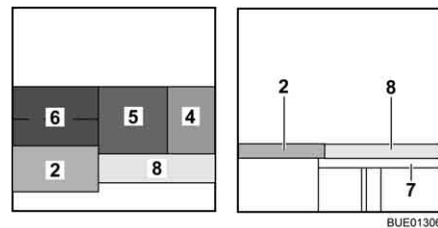

Fig. 134 Après la transformation
- Placer le coussin d'assise (Fig. 134,5) au centre.
- Placer le coussin de dossier (Fig. 134,4) entre le coussin d'assise et la cloison.
- Accrocher la rallonge latérale de lit (Fig. 134,7) dans les supports sur les coffres de banquette.
- Placer le coussin supplémentaire (Fig. 134,8) sur la rallonge latérale de lit.